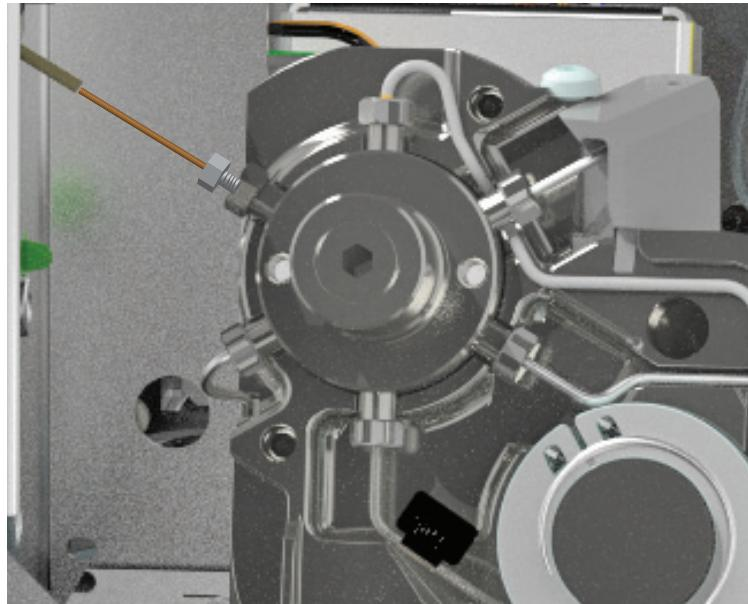

图 7. 阀盖已拆下的 3/16 英寸内部异径管。
- 7 拧松内部异径管中的 3/16 英寸螺母（图 7）。（使用 1/4 英寸扳手稳定阀接头。）